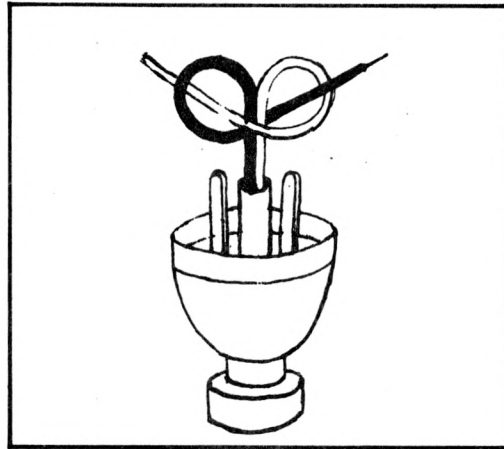

FIG. 5-7 NOEUD D'ÉLECTRIEN
- (1) Dénudez chaque fil sur environ 18 mm (3/4 po);
- (2) A l'aide d'une pince à long bec, faites une boucle au bout du fil;
- (3) Si le fil est torsadé, tournez-en l'extrémité dénudée dans le sens des aiguilles d'une montre;
- (4) Enroulez la boucle du fil autour de la vis dans le sens des aiguilles d'une montre, et serrez. Assurez-vous qu'aucun brin dénudé ne dépasse de la tête de la vis.
- f. Le noeud d'électricien (Voir à la Fig. 5-7) empêche les fils d'être arrachés de la fiche au cas où on la tirerait violemment par accident. Nous vous conseillons de tirer environ 75 mm (3 po) de fil hors de la fiche, ou autre dispositif, et d'en couper ensuite l'excédent.